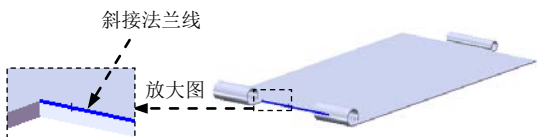

图 14.4.17 斜接法兰线
(1) 选择命令。选择下拉菜单 **插入(I)** → **钣金(B)** → **斜接法兰(M)...** 命令 (或单击“钣金”工具栏上的“斜接法兰”按钮 )。在模型中单击图 14.4.17 所示的斜接法兰